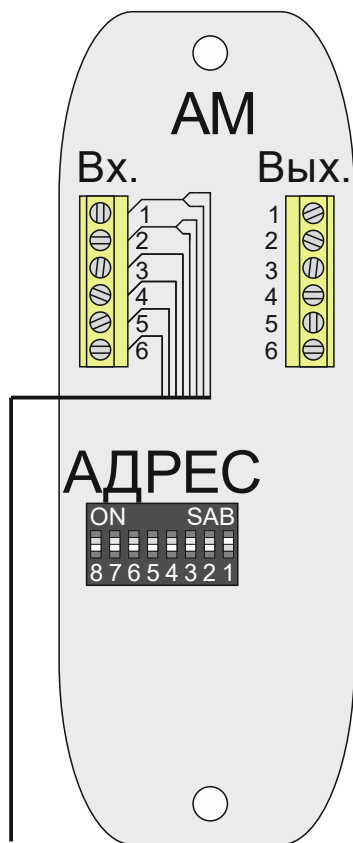

Рис. 2 Обратная сторона *модуля*
*Модуль* подключается к БДС посредством кабеля связи по шестипроводной схеме. Через один кабель связи к БДС может быть подключено несколько *модулей*. На Рис. 2 показано (с обратной стороны *модуля*) подключение кабеля связи от БДС. Клеммная колодка "Вх." предназначена для подключения кабеля связи со стороны БДС, колодка "Вых." служит для подключения последующих *модулей* (при их наличии). Питание *модуля* осуществляется также по кабелю связи от БДС.